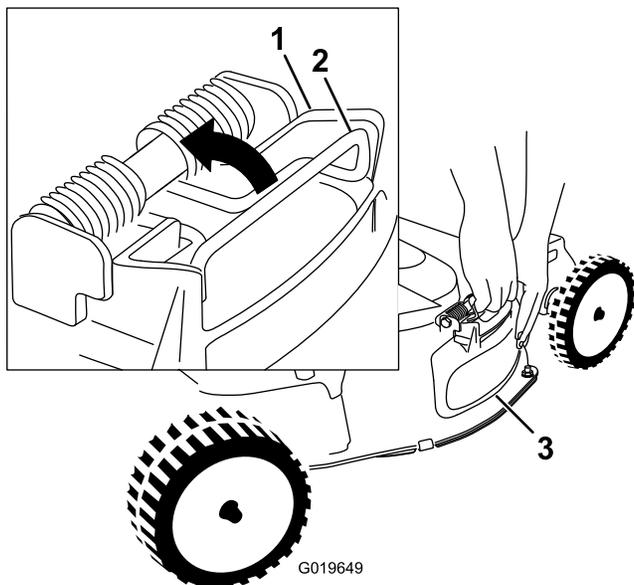

Bild 26
4. Ziehen Sie zum Entfernen der Heckauswurfklappe die Feder nach oben, mit der das Ablenklech befestigt ist, und nehmen Sie das Ablenklech ab (Bild 26).